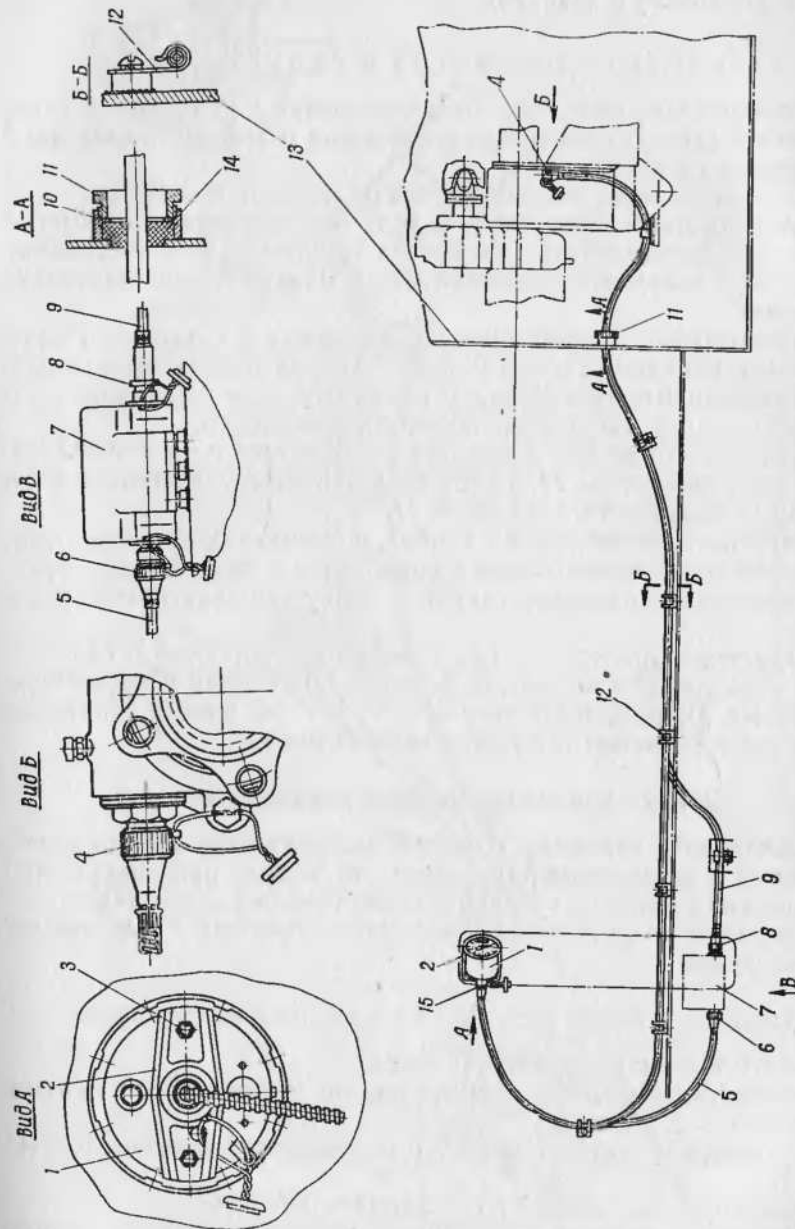

Рис. 77. Установка спидометра:
2. Расшплинтовать, вывернуть накидную гайку 8 (рис. 77) и отсоединить гибкий вал 9 спидометра от датчика 7 пути. Отогнуть скобы 12 и освободить гибкий вал.
1. Вставить спидометр 6 в отверстие щитка 5 приборов, установить скобу 2 (рис. 77) крепления спидометра и закрепить гайками 3 с пружинными шайбами.